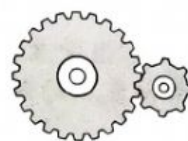

图 6
- 10 图 6 显示两个嵌合在一起的齿轮。
哪项有关图 6 中的齿轮的说明是正确